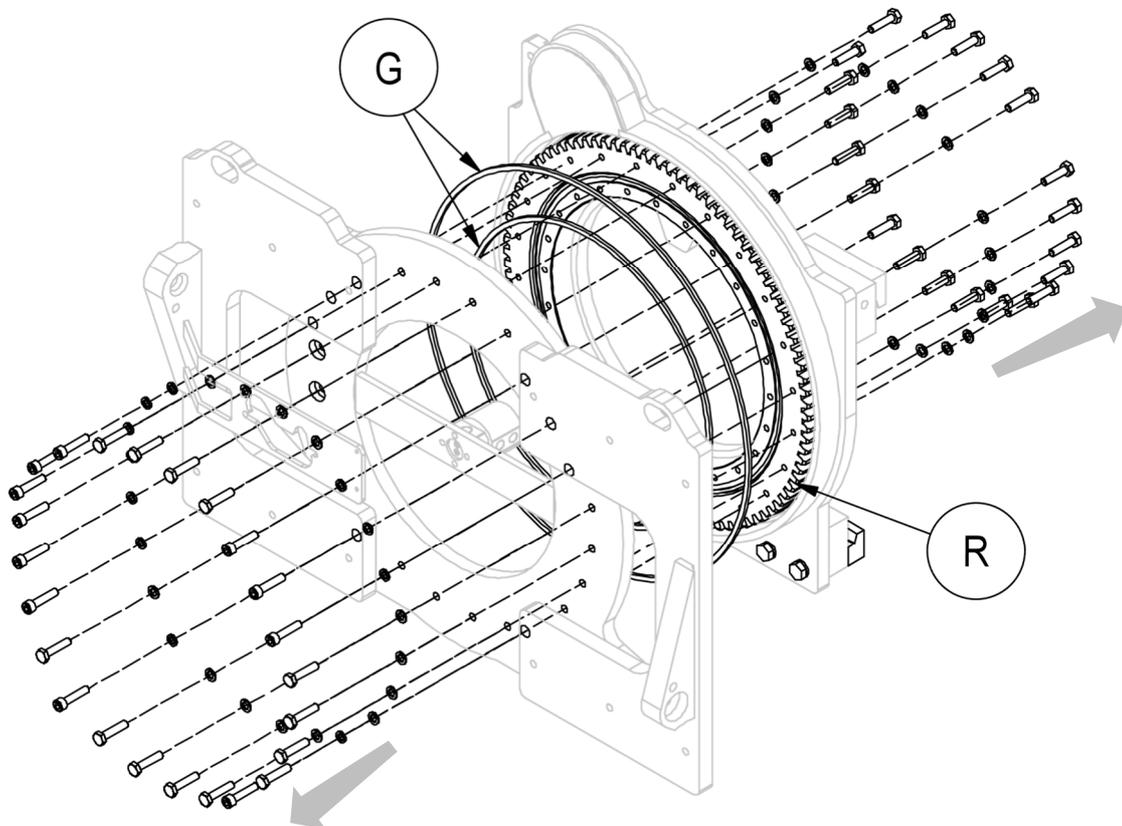

Abbildung 33
5. Entfernen Sie den vorderen Teil des Drehkörpers und achten Sie dabei darauf, alle Teile richtig zu halten, um den Vorgang sicher durchführen zu können (siehe *Abbildung 33*).
6. Um die Anlaufscheibe **R** entfernen zu können, müssen auch die Schrauben an der Geräterückseite entfernt werden (siehe *Abbildung 33*).